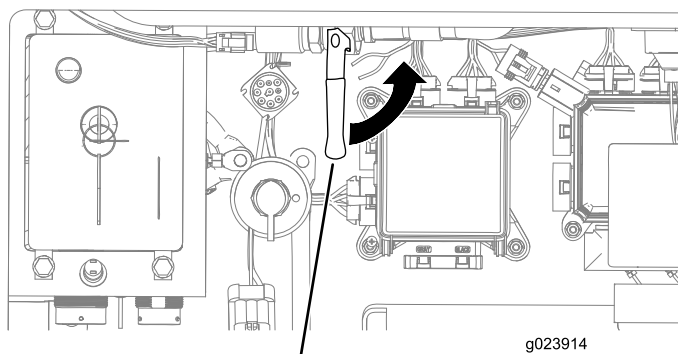

Figure 127
A. Ouvrez le robinet d'antigel à l'intérieur du compartiment arrière (Figure 127).
6. Fermez le robinet d'antigel (Figure 127).